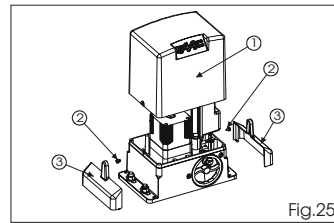

Fig.25
Coloque de nuevo el soporte de la tarjeta en su posición original. Introduzca el cárter (Fig. 25 ref. 1), apriete los dos tornillos laterales suministrados en dotación (Fig. 25 ref. 2) y introduzca a presión los paneles laterales (Fig. 25 ref. 3).